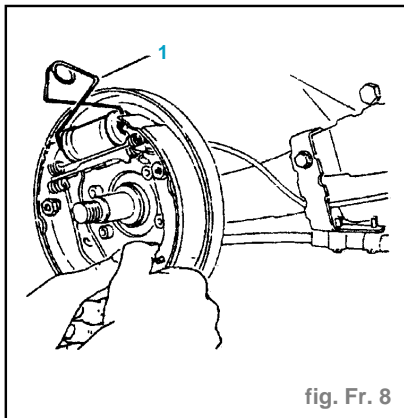

fig. Fr. 8
- les coupelles (1) et les ressorts de maintien à l'aide de l'outil [3],
- Placer la pince [1] sur le cylindre de roue (fig. Fr. 8).